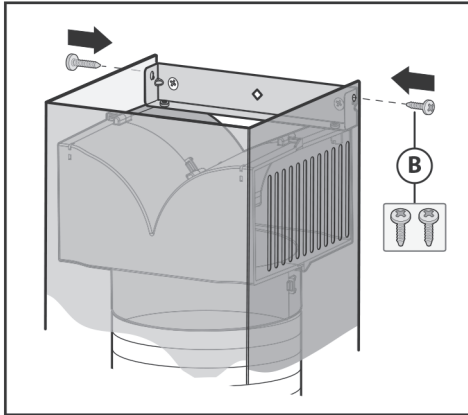

Рис. 6
6. Сместите верхний сборочный элемент до кронштейна и прикрепите его винтами **В** (рис. 6).